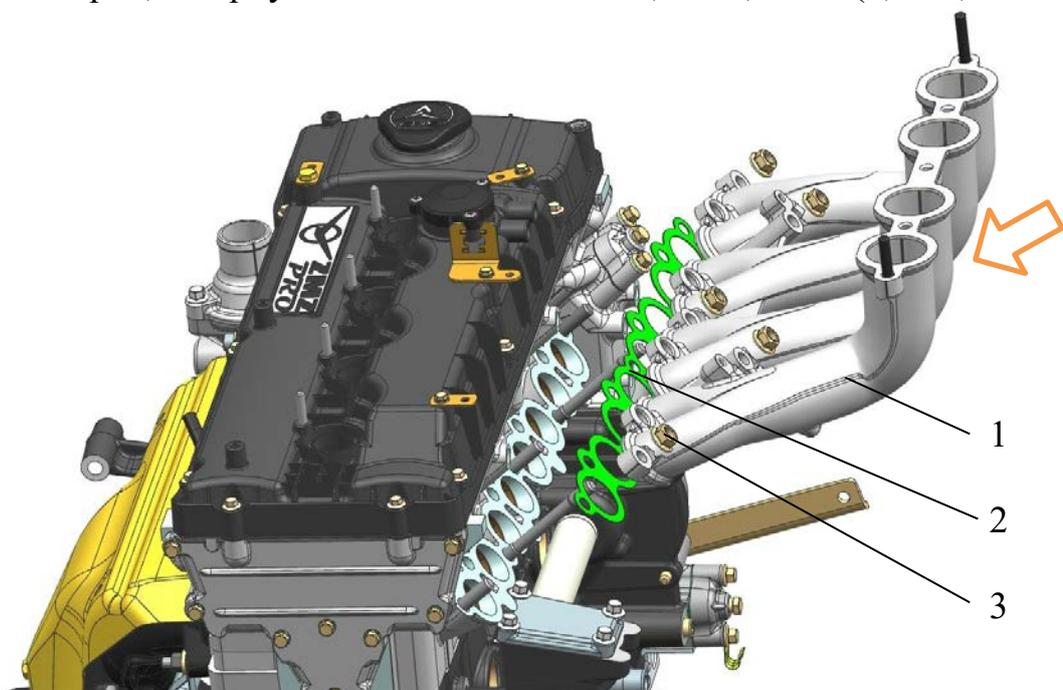

Рис.173. Установка впускной трубы:
25. Установить и закрепить впускную трубу 1 (рис.173) с прокладкой 2 к головке цилиндров, завернув гайки 3 моментом 28,4...35,3 Н·м (2,9...3,6 кгс·м).